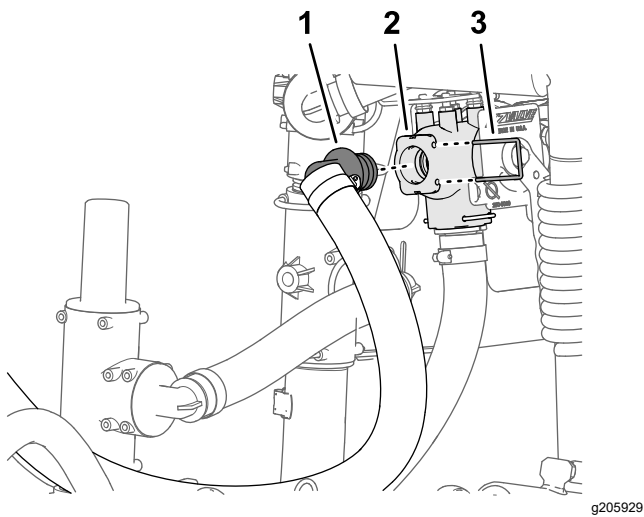

图 32
3. 将清洁加药器供水软管的 90°宝塔接头装入清洁加药器切断阀的开口端图 32。
4. 用卡环图 32将宝塔接头固定到切断阀上。